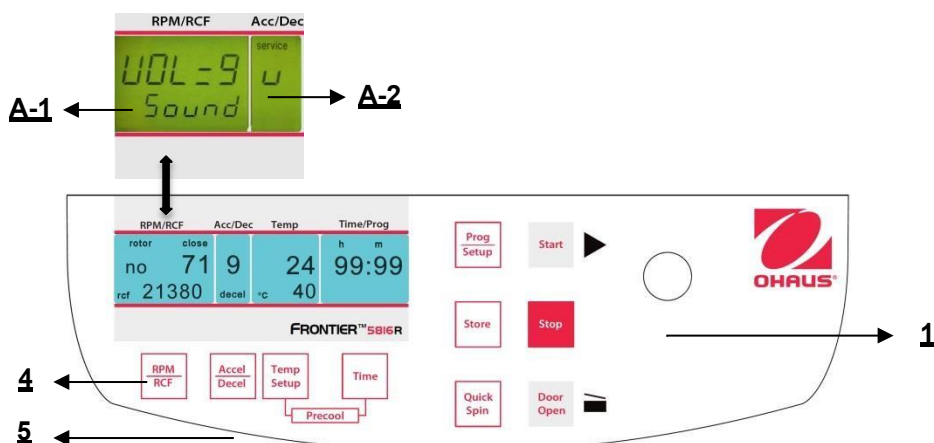

Figura 36
Procedere come descritto al punto 4.1. per inserire questa modalità programma e poi premere il tasto **"Accel/Decel"** (5). **Sul display "Acc/Dec"** (A-2) lampeggia la parola **"Service"**. Selezionare adesso la lettera **"U"** con la manopola di regolazione (1). Di conseguenza, sul display **"RPM | RCF"** (A-1), appaiono le parole **"Vol=0-9/Sound"**. Dopo aver premuto il tasto **"RPM | RCF"** (4), è possibile regolare il volume desiderato fra 0 (basso) e 9 (alto) con la manopola di regolazione (1) (Vedere figura 36).